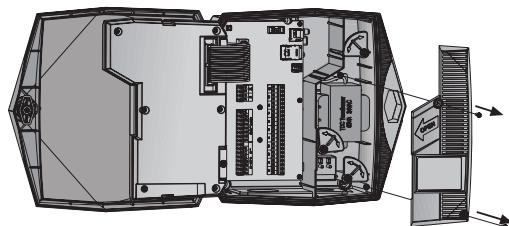
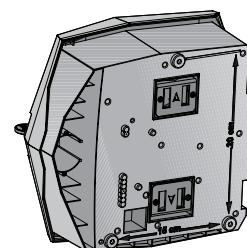
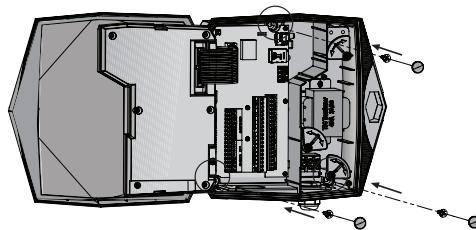

Figura 3: Apertura del estuche interno
Figura 4: Orificios de los tornillos de montaje en la parte posterior de la unidad
Figura 5: Dimensiones de los tornillos de montaje
3. Desatornille los dos tornillos del estuche interno del lado derecho y abra el estuche (Figura 3). Monte el controlador en la pared o en el armario de control a través de los orificios marcados Figura 4 y Figura 5) con los tres tornillos. Ajuste los tornillos solamente con la mano.
3. Para el estuche interno del lado derecho, desatornille los dos tornillos y abra el estuche (Figura 3).